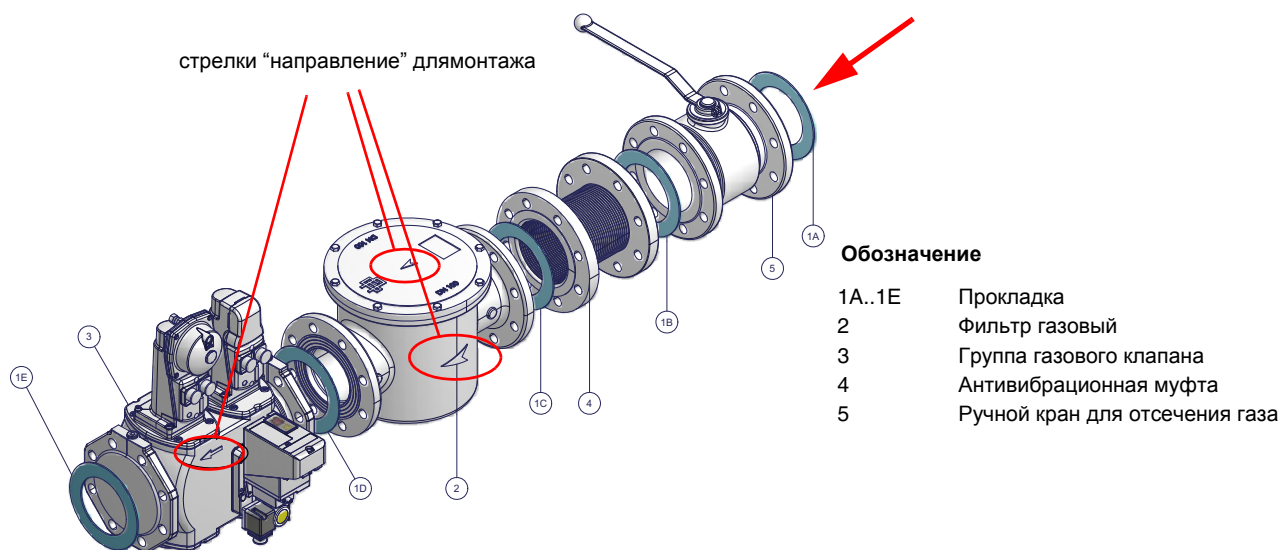

Рис. 7 - Пример газовой рампы
1 - б) при фланцевых соединениях: между соседними компонентами устанавливать прокладку (1А..1Е - Рис. 7), совместимую с используемым газом,
**ВНИМАНИЕ:** после монтажа газовой рампы согласно схеме на Рис. 7, необходимо провести тестирование на герметичность газового контура, согласно требований действующих нормативов.